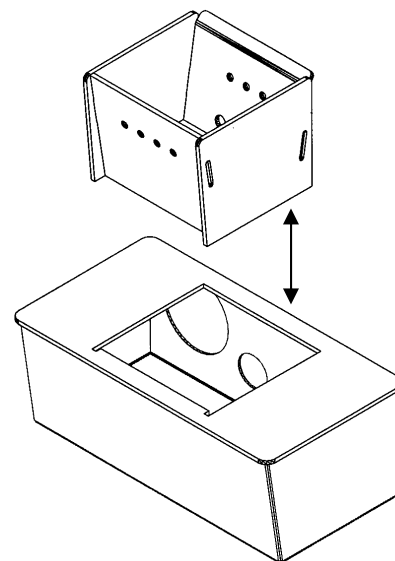

FIGURE 16
- Enlevez la section intérieure du pot de combustion en le prenant et en le levant tout droit (Figure 16).